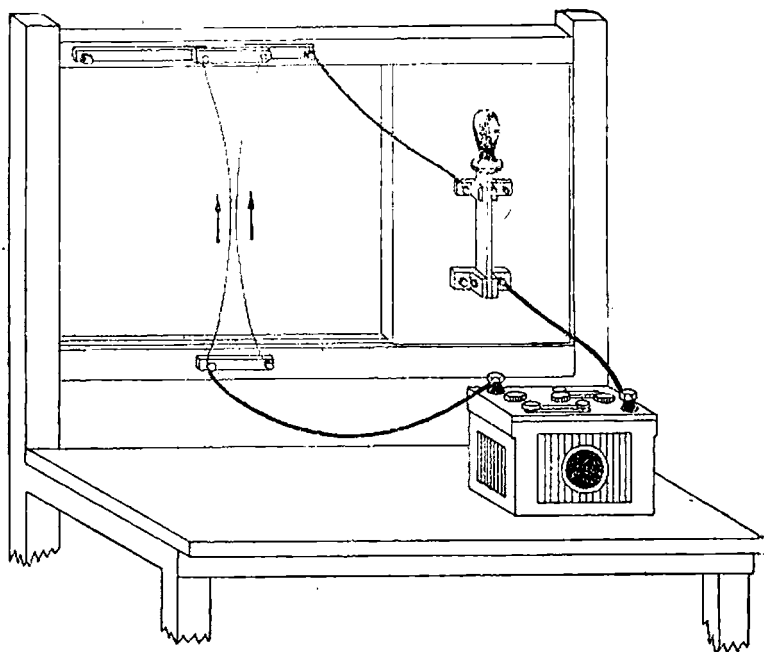

Fig. 106. — Acțiunile reciproce ale curenților de același sens
60. Forțele între curenți electrici. Să facem montajul arătat în fig. 106, 107, folosind în acest scop sârmă subțire și flexibilă.
Să închidem întrerupătorul; în cei doi conductori paraleli din fig. 106, trec doi curenți de același sens. Observăm că aceștia se apropie.